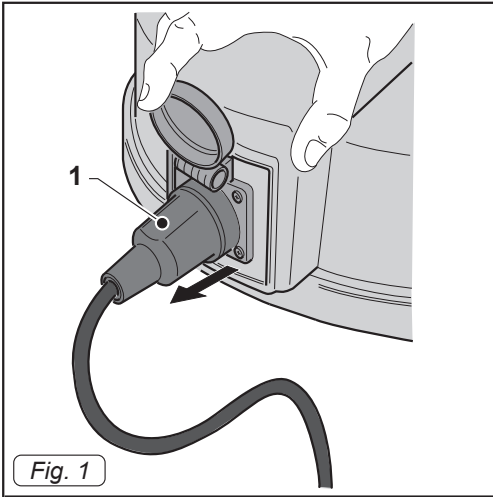
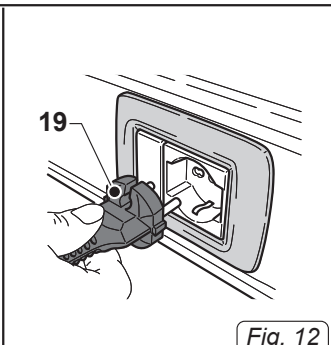

Fig. 1
Fig. 12
- Quite el tapón (1 Fig. 1) de alimentación de la bomba de evacuación.
- Insertar la clavija (1 Fig. 1) en el zócalo.
- Colocar el enchufe (19 Fig. 12) en la toma de corriente y controlar que el enchufe (1 Fig. 1) de alimentación de la bomba de evacuación esté conectado correctamente.
- Desconectar el enchufe (19 Fig. 12) de la toma de corriente.
- Desconectar el enchufe (1 Fig. 1) de alimentación de la bomba de evacuación.